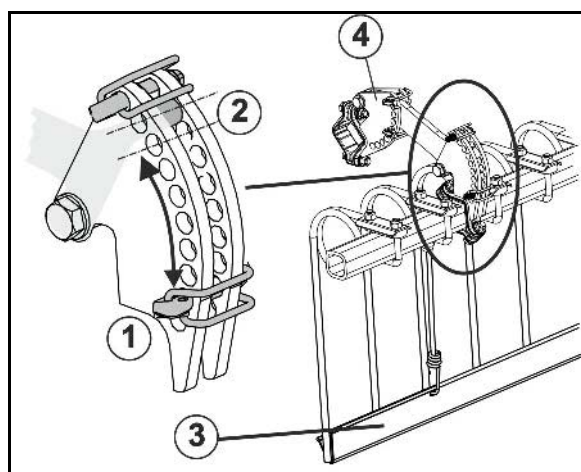

Рис. 45
- установите транспортную защитную накладку (Рис. 45/3).
- закрепите зубья при помощи фиксирующих пальцев (Рис. 45/1) в положении 2.